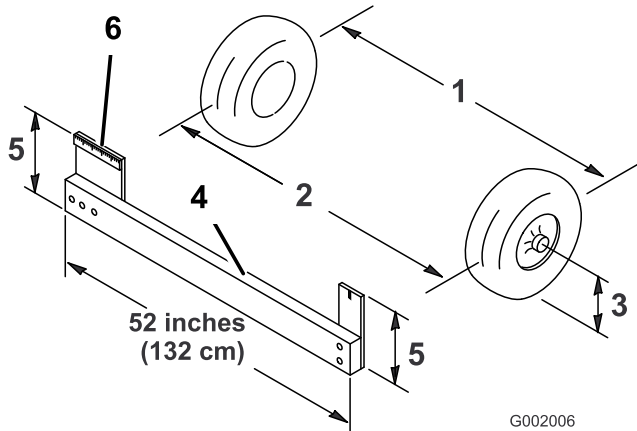

Figura 61
4. Mida la distancia entre los neumáticos delanteros a la altura del eje, en la parte delantera y trasera de las ruedas (Figura 61). Es necesario utilizar una plantilla para medir la distancia entre la parte trasera de las ruedas delanteras a la altura del eje. Utilice la misma
plantilla para medir con precisión la parte delantera de las ruedas delanteras a la altura del eje (Figura 61).